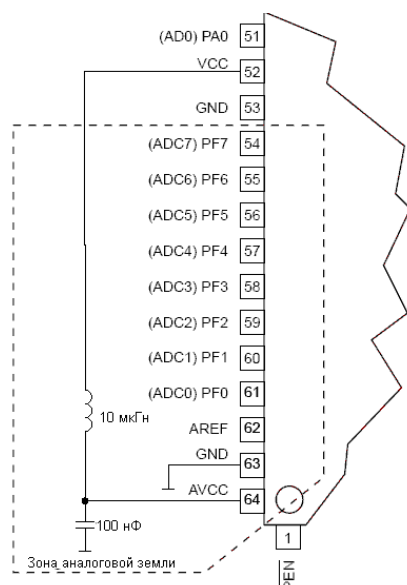

Рисунок 114 √ Подключение питания АЦП
2. Вывод AVCC необходимо связать с цифровым питанием VCC через LC-цепь в соответствии с рис. 114.